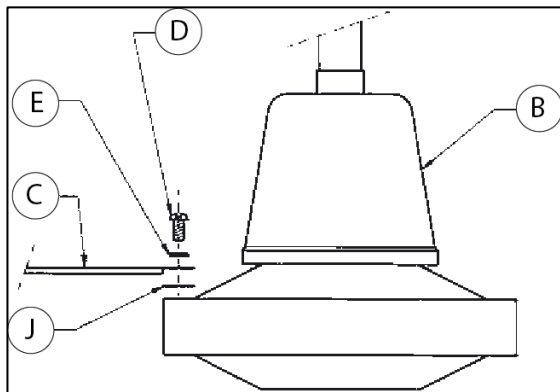

Fig 6
2. Fixer les pales (C) à l'ensemble moteur-support (B) avec les vis (D) et les rondelles de sécurité (E) sans oublier la protection (J) entre les pales et le moteur pour limiter les transmissions de vibrations (**Fig.6**)